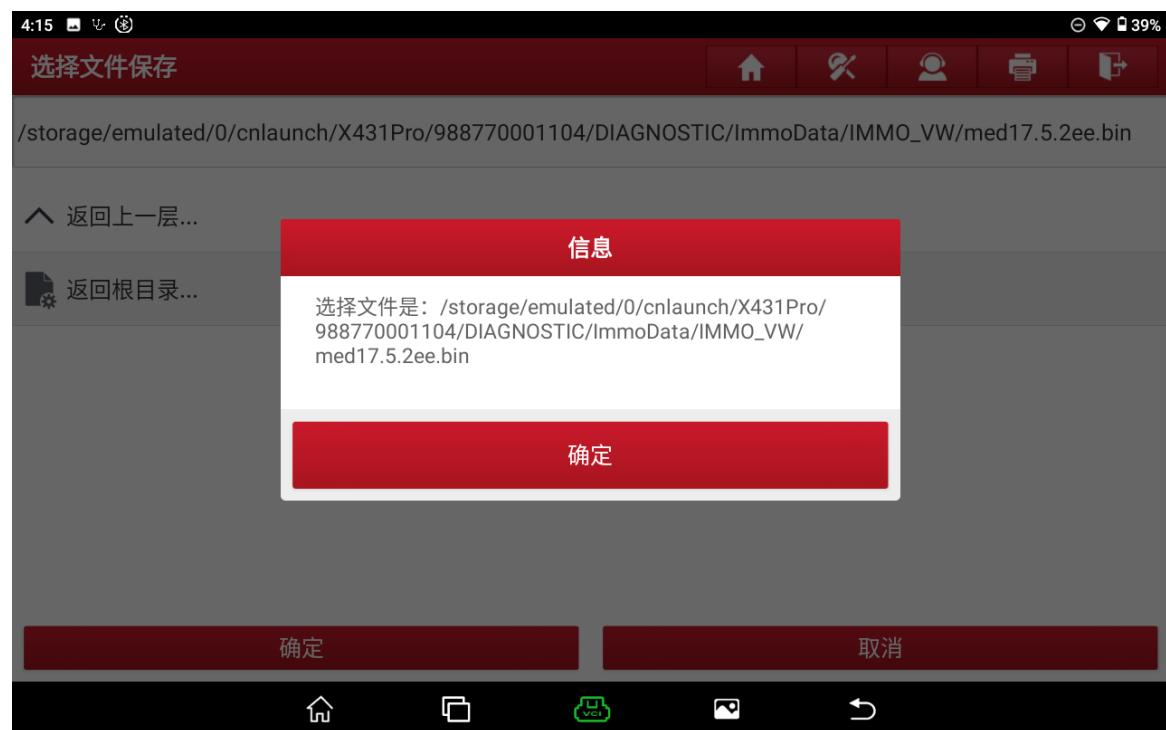

图 11
11. 确认保存文件位置和文件名，选择“确定”进入如图 11；